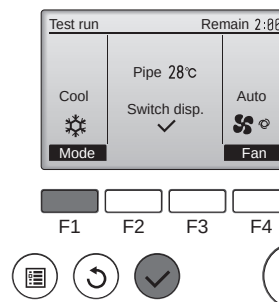

Fig. 7-3
- ① Щоб змінити режим роботи, натисніть кнопку [F1]. (Fig. 7-3)